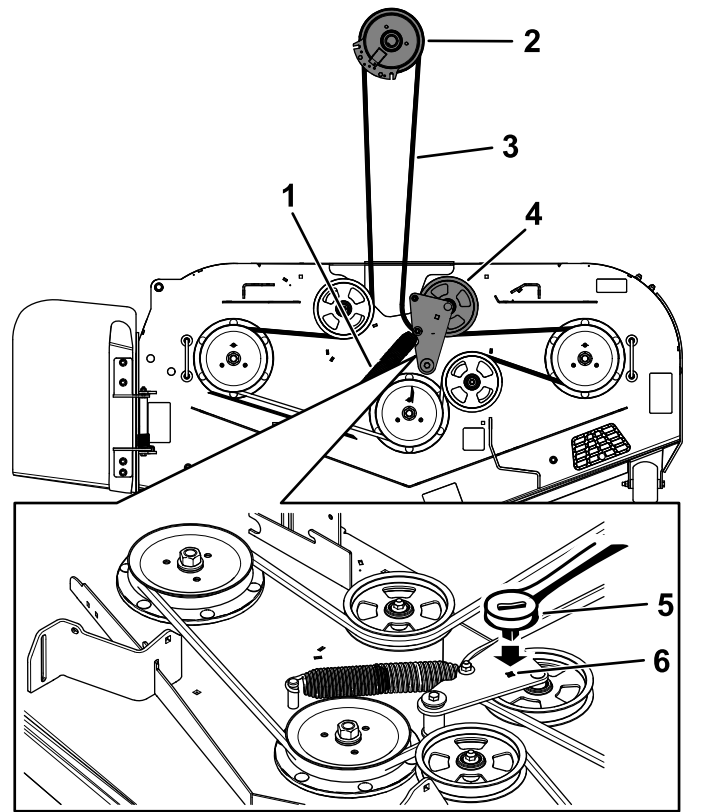

Figure 72
6. Insérez un rochet de $\frac{3}{8}$ pouce dans le trou carré du bras de la poulie de tension pour déposer le ressort de la poulie de tension (Figure 72).
8. Enlevez le guide-courroie situé sur le bras de la poulie de tension rappelé par ressort (Figure 72).
10. Acheminez la courroie neuve autour des poulies du tablier de coupe et de la poulie d'embrayage, sous le moteur (Figure 72).
11. Montez le guide-courroie sur le bras de la poulie tension (Figure 72).
12. Insérez le rochet de $\frac{3}{8}$ pouce dans le trou carré et installez le ressort de la poulie de tension (Figure 72).